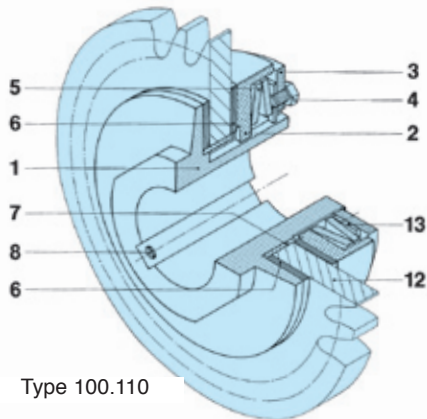

Fig. 2 Type 100.110
L'élément de transmission (12) (disque à chaîne ou poulie) est monté sur la bague centrale (7) d'après la fig. 2 et serré entre les garnitures de friction (6) par l'intermédiaire du flasque de pression (2), des rondelles Belleville (5) et de l'écrou de réglage (3) avec rondelle d'arrêt (13). Plus les rondelles Belleville (5) sont comprimées par l'écrou de réglage (3), plus le couple auquel l'élément de transmission (12) glissera, sera élevé. La description détaillée du réglage du couple se trouve à la page 20.